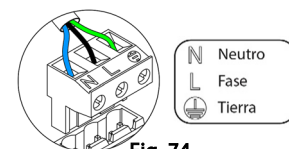

Fig. 74
La conexión de alimentación eléctrica del módulo se realiza mediante una borna de 3 pines ①. Fije los cables con los tornillos de la borna respetando la polaridad de la misma (Fig. 74).